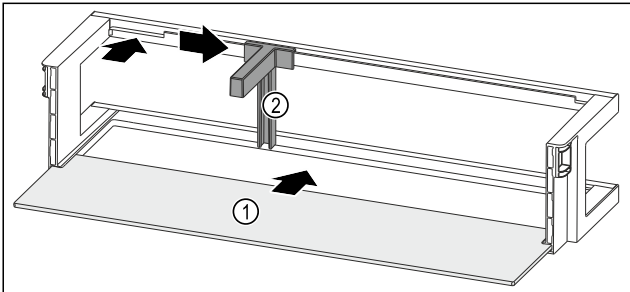

Fig. 120 带搁板的门边存放架
- ▶ 将搁板 Fig. 120 (1) 推入侧面凹槽。
- ▶ 将瓶托 Fig. 120 (2) 装入槽中。
- ▶ 将瓶托 Fig. 120 (2) 推至一侧的所需位置。